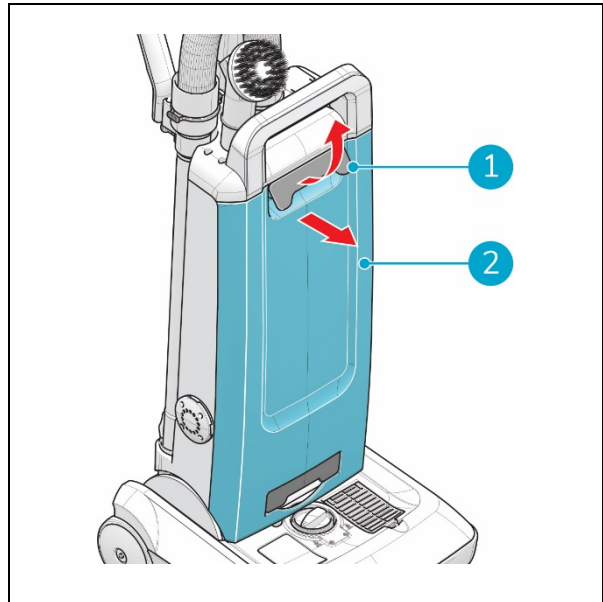

Abbildung 21
1. Öffnen Sie die Entriegelung der vorderen Abdeckung (Abbildung 21, Pos. 1) und nehmen Sie die vordere Abdeckung ab (Abbildung 21, Pos. 2).